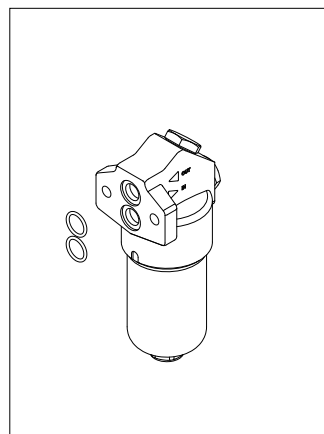

fig. 24
- (Fig. 24) Sostituire gli O-ring del manifold